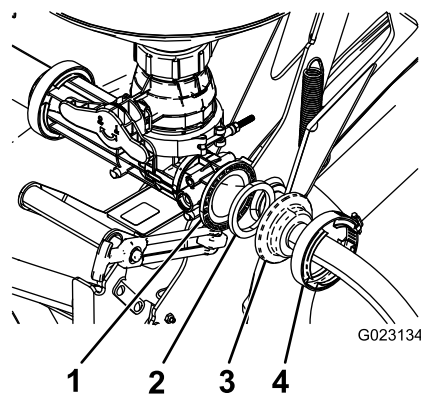

Figura 25
1. Prenda a extremidade do tubo de alimentação sem um anteparo na ranhura traseira na válvula do misturador utilizando uma junta e um grampo de parafuso sem fim (Figura 25).